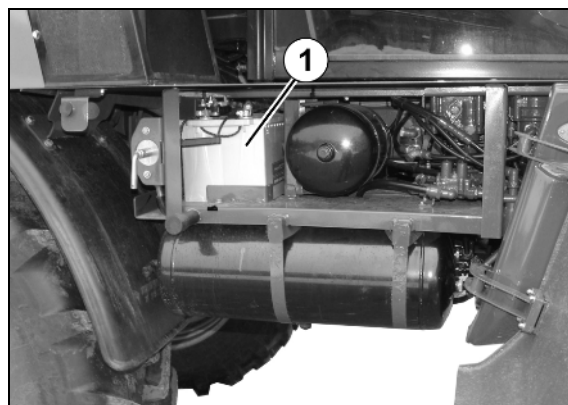

Fig. 172
1. Apăsați rola de tensionare (Fig. 172/1) cu cheia tubulară (Fig. 172/3) în sensul săgeții până când un știft opritor Ø6mm (Fig. 172/4) poate fi fixat în orificiul de montare.
Cureaua cu nervuri trapezoidală (Fig. 172/2) este acum detensionată.
2. Trageți curelele cu nervuri trapezoidale (Fig. 172/2) mai întâi de pe cea mai mică rolă respectiv de pe rola de tensionare.
4. Așezați noile curele cu nervuri trapezoidale (Fig. 172/2).
6. Tensionați din nou curelele cu nervuri trapezoidale prin intermediul rolei de tensionare și a cheii tubulare (Fig. 172/3). Verificați dacă cureaua cu nervuri trapezoidală este corect așezată în ghidajul său.